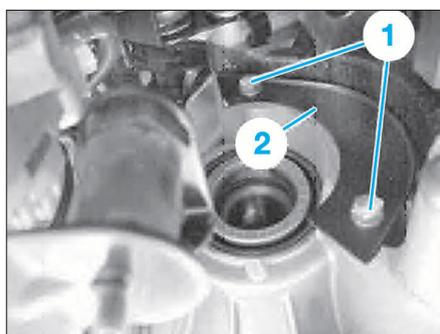

FIG. 11
- les 2 vis (1) (Fig.11) puis la tôle de recouvrement (2).